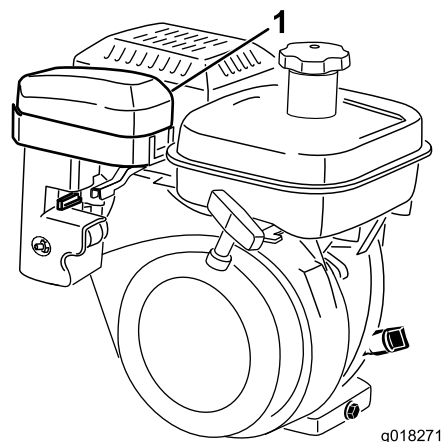
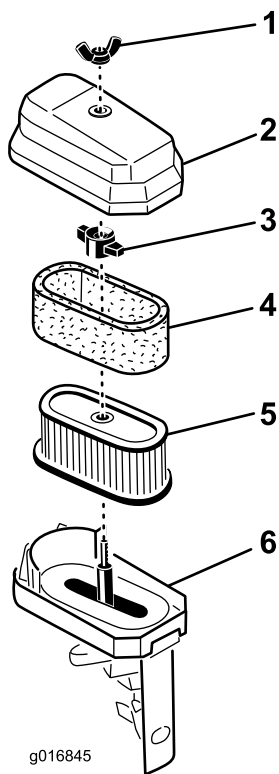

Figure 33
Figure 34
2. Enlevez les écrous à oreilles qui fixent le couvercle du filtre à air et déposez le couvercle. Nettoyez soigneusement le couvercle (Figure 33 et Figure 34).
3. Si l'élément en mousse est encrassé, sortez-le de l'élément en papier (Figure 34). Nettoyez-le soigneusement.